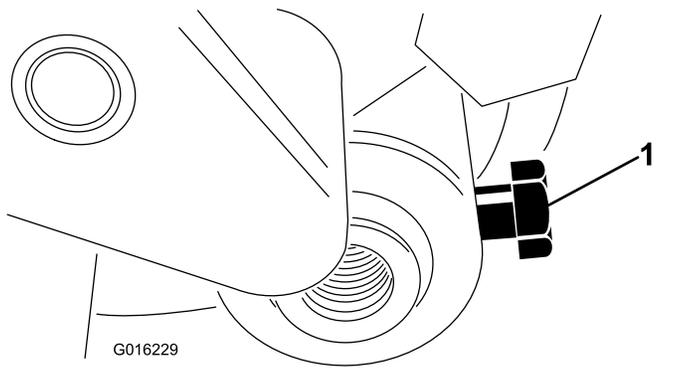

Figura 31
3. Afloje el perno que sujeta el eje del rodillo al brazo de ajuste de la altura de corte (Figura 31).